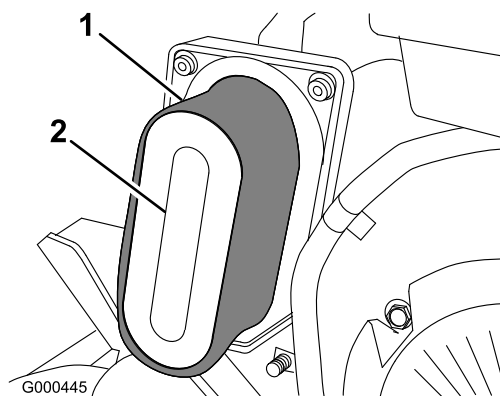

Figura 29
3. Se l'elemento in schiuma sintetica è sporco, toglietelo dall'elemento di carta (Figura 29), e pulitelo accuratamente.